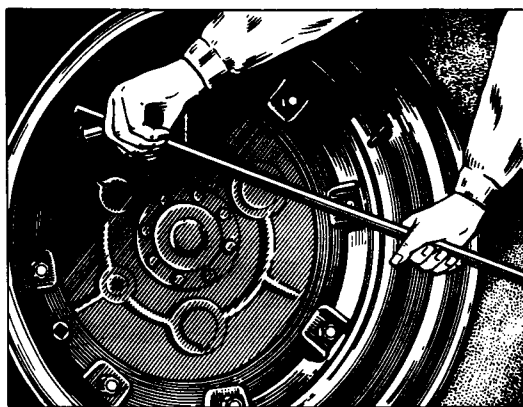

Рис. 100. Подтяжка гаек крепления колес
- и) гайки крепления колес подтягивайте равномерно крест-накрест специальным ключом (рис. 100), придаваемым к трактору;